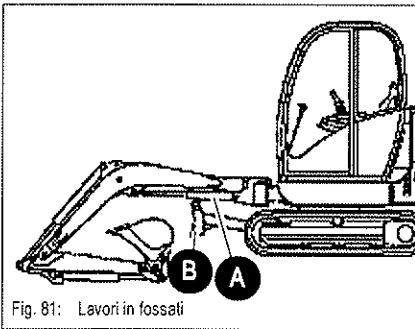

Fig. 81: Lavori in fossati
- ☞ Prestare attenzione che la lama di livellamento B non tocchi mai l'asta dello stantuffo A (Fig. 81).